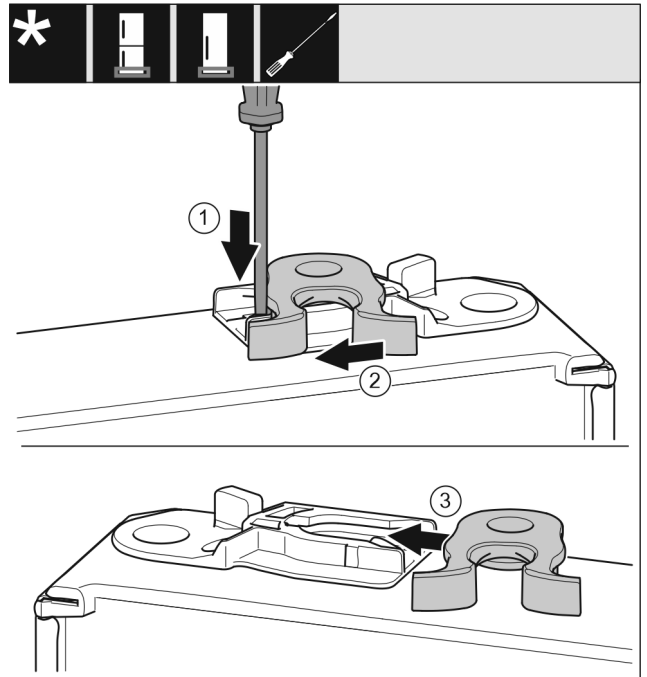

Fig. 17
- ▶ Nyomja le a fedőlemezt Fig. 17 (1) lapos csavarhúzóval.
- ▶ Húzza ki a záróhorgot Fig. 17 (2) a vezetősínből.
- ▶ Tolja be a záróhorgot Fig. 17 (3) a másik oldalon lévő vezetősínbé.